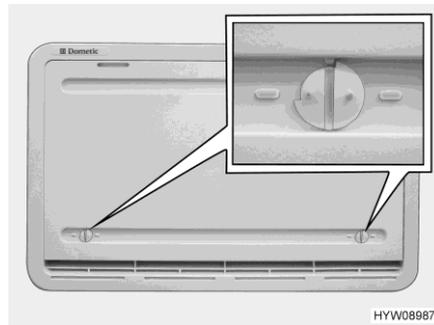

Bild 265 Winterabdeckung
Wenn der Kühlschrank bei niedrigen Außentemperaturen betrieben werden soll, empfiehlt der Hersteller die Verwendung einer Winterabdeckung (Bild 265) für die Kühlschrank-Lüftungsgitter.
- Beide Verriegelungen (Bild 265) öffnen (Nuss steht waagrecht).